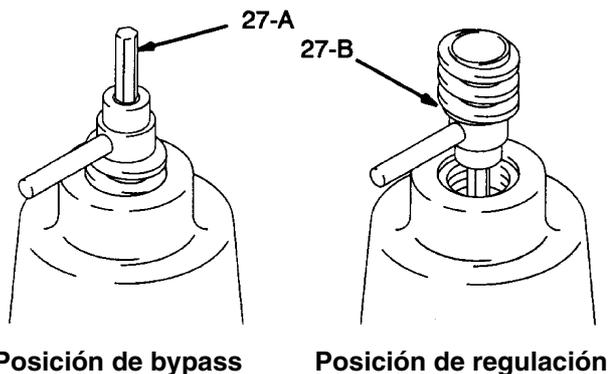

Fig. 2
1. Antes de abrir la válvula de bola de producto o poner la bomba en marcha, insertar el extremo hexagonal de la llave del regulador (27) en el tornillo de ajuste (9) y girarlo completamente en el sentido antihorario para liberar la tensión del resorte. Véase Fig. 2, Posición de regulación.
3. Atornillar el extremo roscado de la llave de ajuste (27) lo más lejos posible en el sombrerete del regulador para abrir la válvula del regulador. Véase Fig. 2, Posición de bypass.
3. A fin de liberar la tensión del muelle, girar el tornillo de ajuste (9) completamente en el sentido antihorario utilizando el extremo hexagonal de la llave (27). Véase Fig. 2, Posición de regulación.